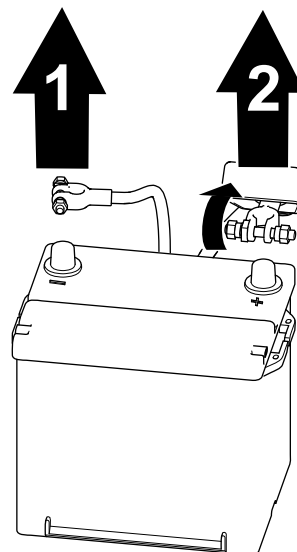

Figura 57
1. Retire el cable negativo del borne de la batería (Figura 57).
2. Eleve el aislante y retire el cable positivo de la batería del borne de la batería (Figura 57).